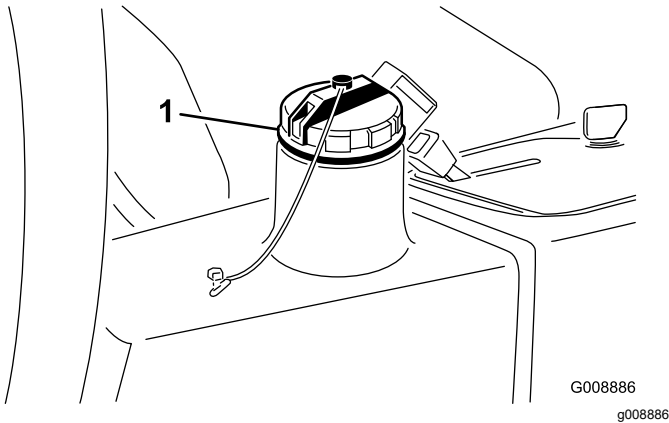

图 81
4. 向液压油箱图 81 注入约 13.2L 液压油请参阅 检查液压系统 \(页码 24\)。